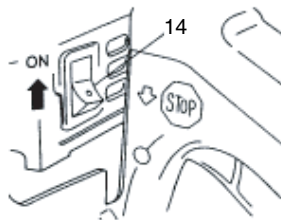

Fig. 9
Arranque (Fig. 9, 10)
1. Ajuste la llave de ignición (14) a la posición ON (encendido). (Fig. 9)
2. Tire de la palanca del estrangulador (15) hacia abajo a la posición estrangulada. Esto bloqueará el estrangulador automáticamente en la posición de arranque. (Fig. 9)
3. Tire enérgicamente del arrancador de retroceso, tomando la precaución de mantener el asidero bien sujeto para evitar que salte de la mano. (Fig. 9)